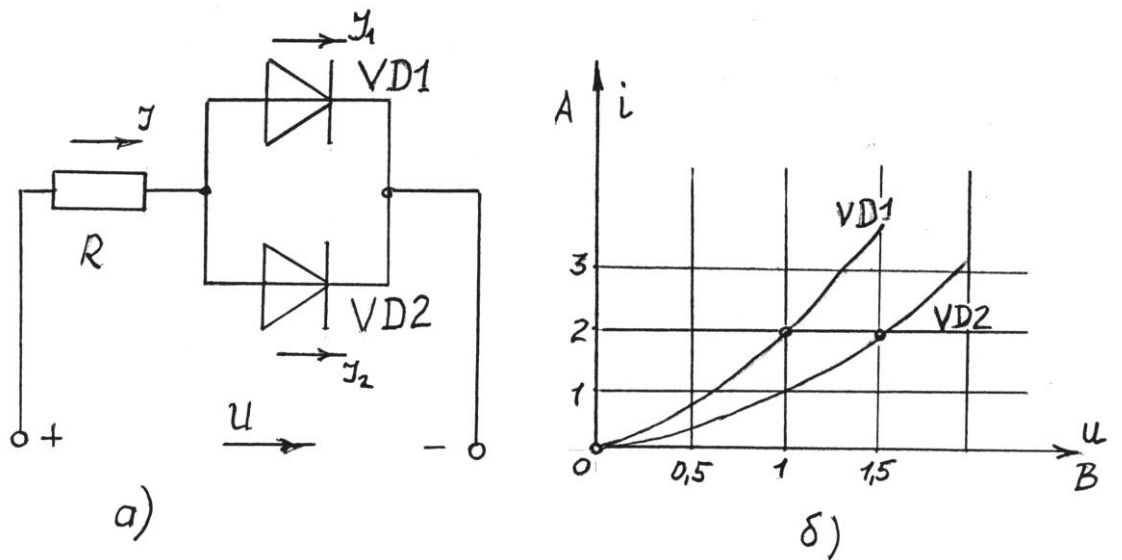

Рис. 1.
1. Діоди **VD1** і **VD2** мають вольт-амперні характеристики, які подано на рис. 1, б. З яким опором резистор **R** потрібно увімкнути послідовно з одними із діодів, щоб при загальному струмі $I = 4$ А через діоди проходили однакові струми $I_1 = I_2 = 2$ А ?